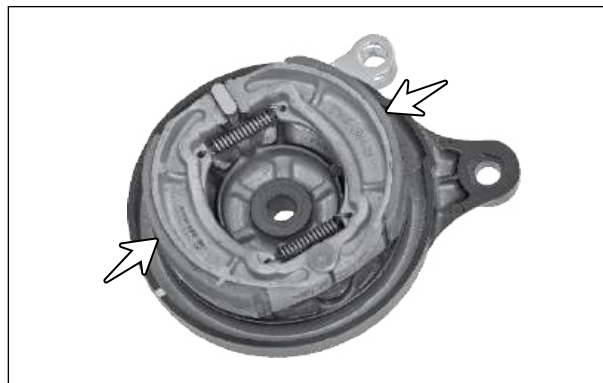

Fig. 6.74
- Remova as sapatas de freio (setas) e as molas do conjunto do espelho do freio. (Fig. 6.74)